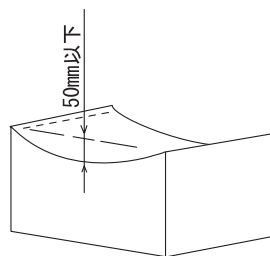

図 2.8 用紙膨らみ量
- ・上記注意点を含んだ紙ホチキスの例を図2.8に示します。